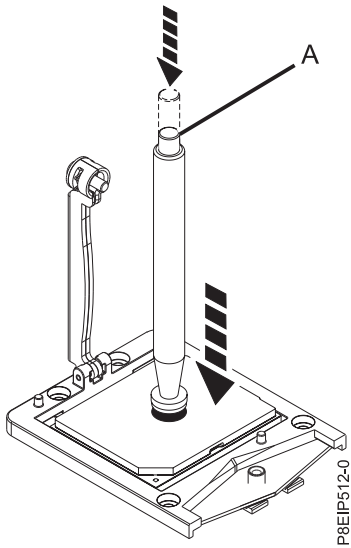

Figura 53. Bajar la herramienta de extracción en el módulo del procesador del sistema
7. Baje la herramienta de lápiz de vacío hasta el módulo de procesador del sistema que se va a instalar. Presione la parte superior del lápiz (A) y manténgalo en el centro del módulo de procesador, como se muestra en la Figura 53. Libere la parte superior del lápiz para fijarlo al módulo de procesador.